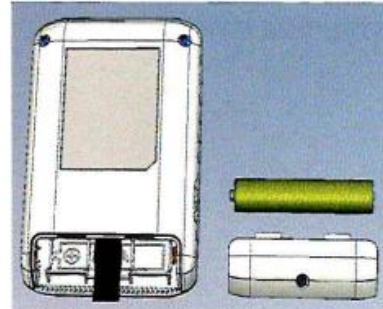

Рис. 13
- Извлеките старую батарею из держателя при помощи маленькой отвертки, как показано (Рис. 13).